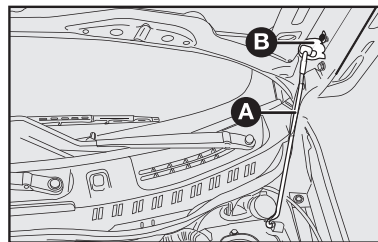

fig. 73
3) Levante el capó por la parte central y al mismo tiempo, suelte la varilla de fijación **A-fig. 73** de su dispositivo de bloqueo;
4) Introduzca el extremo de la varilla **A** en el alojamiento **B** del capó **fig. 73**.
1) Manténgalo levantado con una mano y con la otra quite la varilla **A**-fig. 73 del alojamiento **B** y colóquela en su dispositivo de bloqueo;